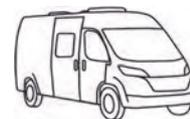

Fig. 115 Cabinet de toilette avec douche
- Pour se doucher, fermer la porte (Fig. 115,1) et fermer entièrement le rideau de douche (Fig. 115,2) de manière à protéger toutes les parois.